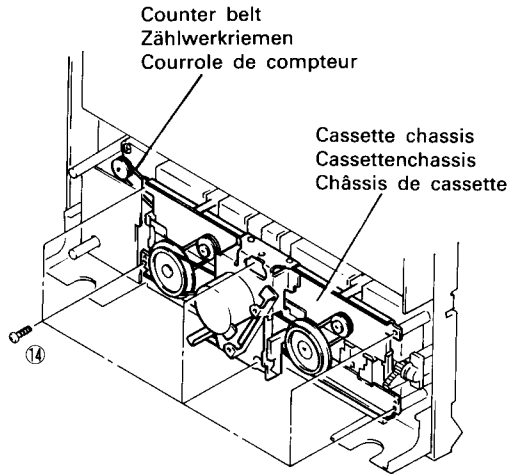

Fig. 7 Abb. 7
- Cassette Chassis (Fig. 7)**
**10. Cassettenchassis (Abb. 7)**
**10. Châssis de cassette (Fig. 7)**